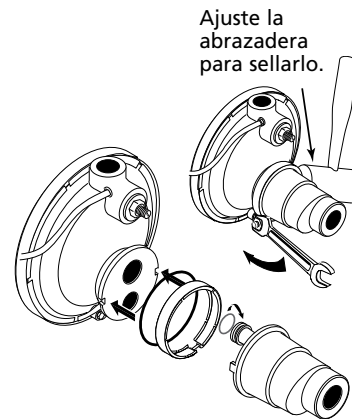

Figura 3 – Monte el Eyector - Pozo Poco Profundo
2. Instale el kit de eyector Teel modelo 2P431 (se vende por separado). Siga las instrucciones que vienen incluidas en el kit. Asegúrese de alinear el venturi con el orificio superior en la parte frontal de la bomba (Vea la Figura 3).
1. Instale el kit de eyector Teel modelo 2P431 (se vende por separado). Siga las instrucciones que vienen incluidas en el kit. Asegúrese de alinear el venturi con el orificio superior en la parte frontal de la bomba (Vea la Figura 3).
1. Instale el kit de eyector Teel modelo 2P431 (se vende por separado). Siga las instrucciones que vienen incluidas en el kit. Asegúrese de alinear el venturi con el orificio superior en la parte frontal de la bomba. (Vea la Figura 3).